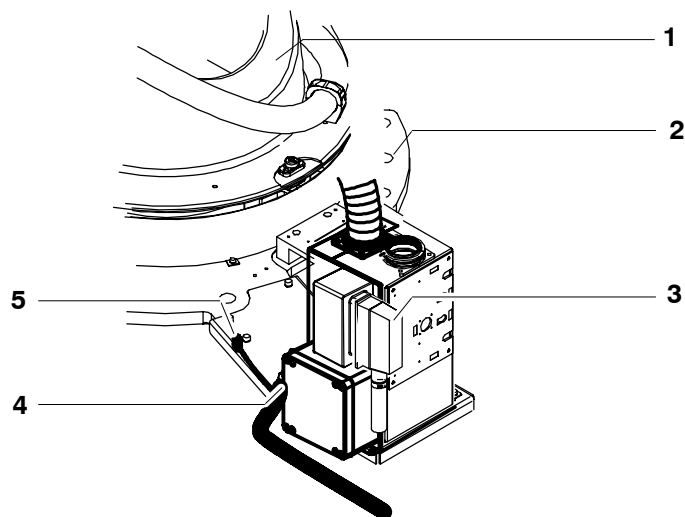

Fig. 69 Démontage du robot
- (3) Desserrer et retirer les connecteurs (3, 4) du logement multifonctions et de la boîte RDC (Fig. 69/3).
- (4) Retirer les câbles de terre (5).
- (5) Retirer l'alimentation en air comprimé ; uniquement pour la variante F.
- (6) Le cas échéant, démonter les câbles électriques et les flexibles des deux interfaces de l'alimentation en énergie A1 ainsi que les autres câbles de périphérie du robot.